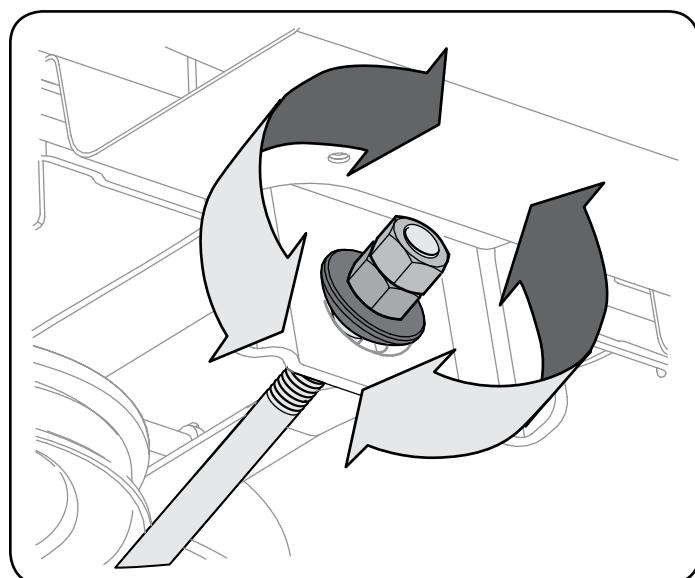

Figura 21
5. Para *elevar* el frente de la plataforma, extraiga la tapa de extremo, afloje la tuerca exterior y apriete (rosca hacia adentro) la tuerca contra el soporte de suspensión delantera. Vea la Figura 21. Una vez alcanzado el ajuste adecuado, vuelva a ajustar la tuerca exterior y vuelva a colocar la tapa de extremo.
6. Para *bajar* el frente de la plataforma, extraiga la tapa de extremo, afloje la tuerca exterior y luego afloje (rosca hacia afuera) la tuerca, lejos del soporte de suspensión delantera. Vea la Figura 21. Una vez alcanzado el ajuste adecuado, vuelva a ajustar la tuerca exterior y vuelva a colocar la tapa de extremo.